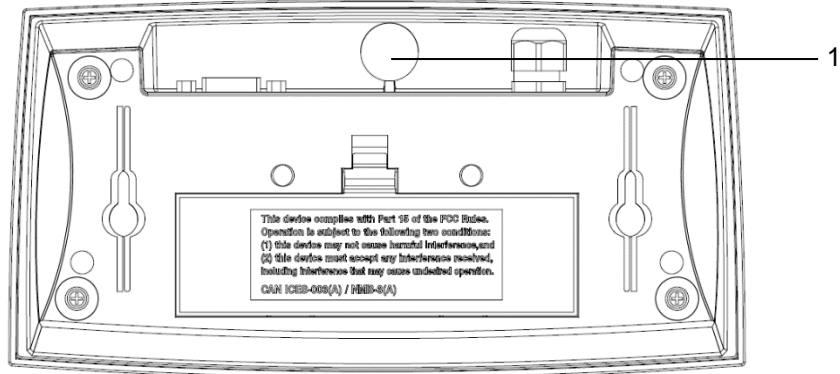

Figura 5-2: Sellado mediante papel de la báscula Defender 2500
- Sellado mediante papel: fije el papel de sellado en el tornillo avellanado que se muestra en la figura 5-2.